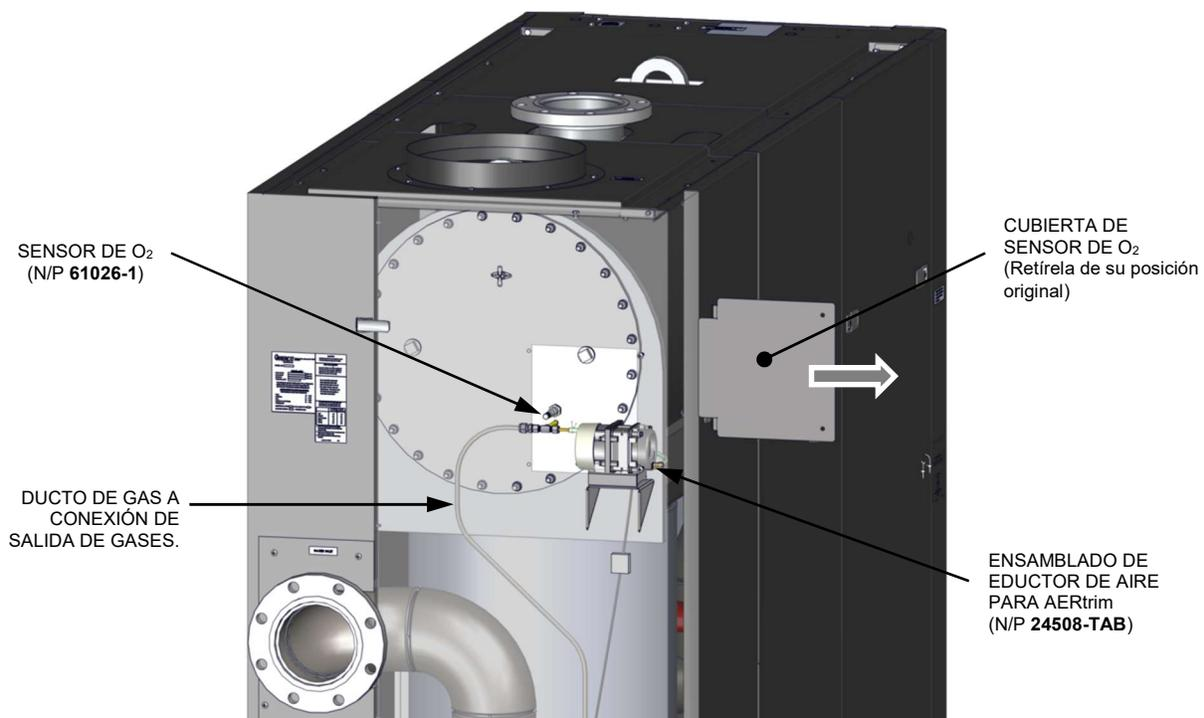

Figura 4-2: Ubicación del montaje del Sensor de O₂ – Panel trasero semitransparente
El Sensor de Oxígeno Bajo (N/P **61026**) se localiza en el plato de trasero del quemador, en la parte trasera de la unidad, como se muestra en la Figura 4-2. Como se muestra en esta figura, hay también un ducto de succión de gas que proporciona una muestra de los gases de salida de la conexión de salida de gases para asegurar un muestreo adecuado de niveles de O₂. El sensor y la línea de succión pueden estar calientes, así que deje que la unidad se enfríe lo suficiente para retirar o vuelva a colocar el sensor de O₂.
2. Retire la Cubierta del Sensor de O₂ del panel trasero de la unidad retirando los 4 tornillos de cabeza Phillips de la cubierta (ver Figura 4-2).
Las unidades de Benchmark 5000 y 6000 contienen un ensamblado de Eductor de Aire, montado en la apertura del panel trasero de la unidad, justo detrás de la Cubierta de Sensor de O₂ (ver Figura 4-2, que aparece antes). Esto incluye una bomba de aire, la cual toma una muestra de aire de la cámara de combustión, y hace que fluya al sensor de oxígeno montado en el plato trasero del quemador, asegurando su fiabilidad (ver *Air Pump Voltage Setting* - configuración de voltaje de bomba de aire- en el menú Operating -operación-, en el Apéndice A1 para más información).